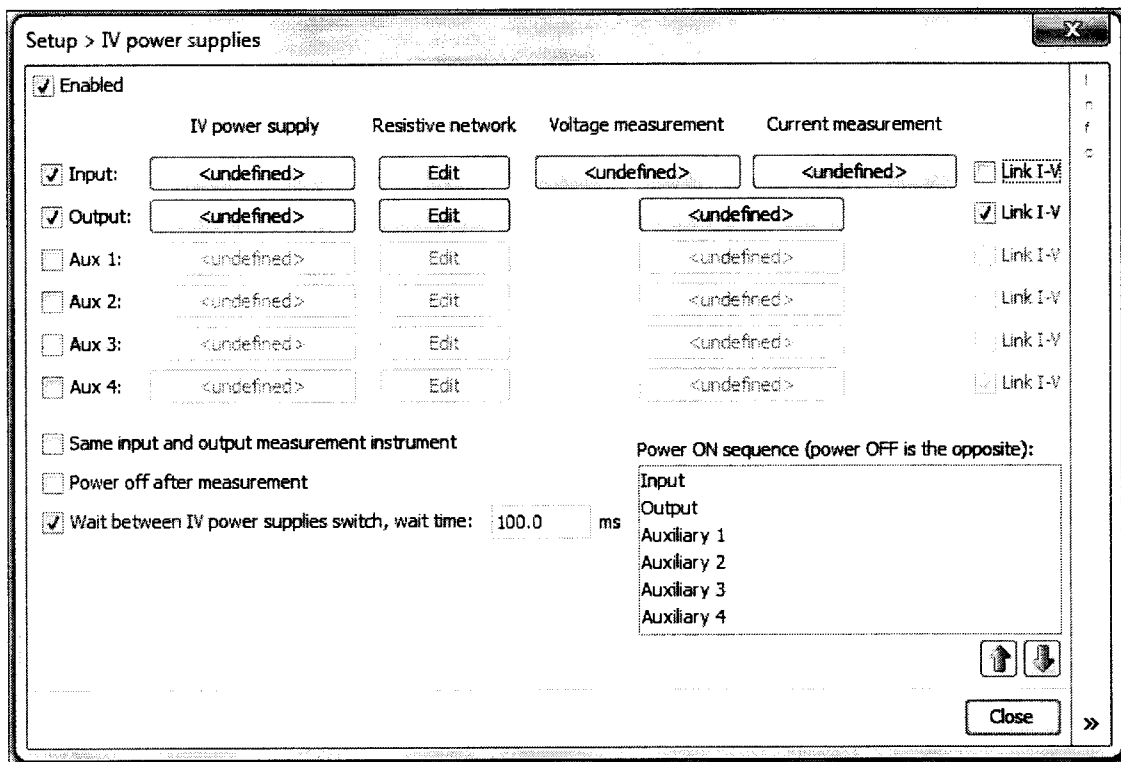

Рисунок 7.5.2 – Окно Setup > Power supplies, конфигурация для измерения напряжения и силы тока зондом стока
7.5.2 В окне Setup, Power supplies (рисунок 7.2.6), снять метку Link I-V справа в строке Input (рисунок 7.5.2).
7.5.3.1 Нажать клавишу Undefind на пересечении IV power supply / Input (рисунок 7.5.2), при этом появится окно Setup>Power supplies>Input generator.
7.5.3.2 Нажать клавишу Undefind на пересечении IV power supply / Output (рисунок 7.5.2), при этом появится окно Setup>Power supplies>Output generator.
7.5.3.3 Нажать клавишу Undefined на пересечении Input / Voltage measurement (рисунок 7.5.2), при этом появится окно Setup>IV power supplies>Output voltage measurement.
7.5.3.4 Нажать клавишу Undefined на пересечении Input / Current measurement (рисунок 7.5.2), при этом появится окно Setup>IV power supplies>Output current measurement.
7.5.3.5 Нажать клавишу Undefined на пересечении Output / Voltage measurement/Current measurement (рисунок 7.5.2), при этом появится окно Setup>IV power supplies>Input measurement.